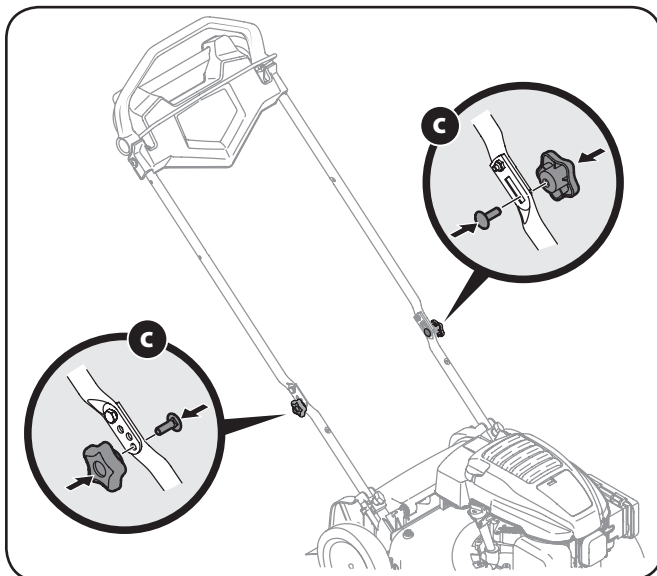

Figure 3-5
- c. Insérez les boutons étoile et les boulons de carrosserie retirés antérieurement dans les trous inférieurs de la poignée. Voir Figure 3-5 (c).